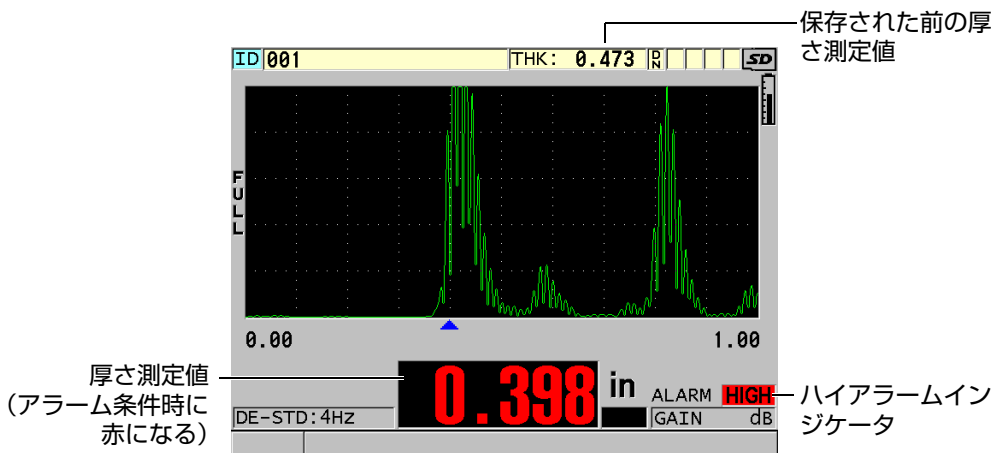

図 8-4 ハイアラームインジケータの例
- ・ ハイまたはローアラームインジケータが、測定画面の右下に赤い背景で点滅します (134 ページの図 8-4 を参照)。